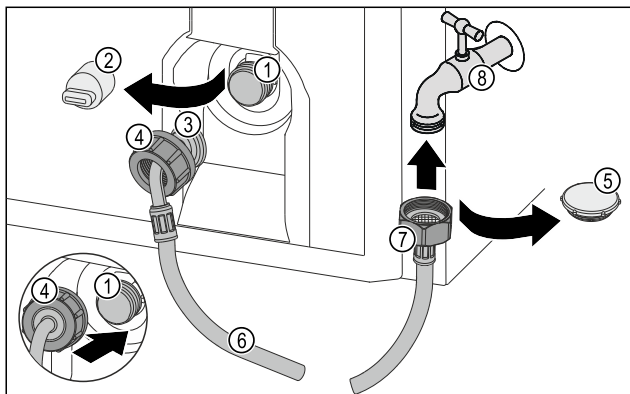

Fig. 19 Ilustrační zobrazení
- Stáhněte kryt Fig. 19 (2).
- Matice Fig. 19 (4) posuňte přes zahnutý konec hadice Fig. 19 (3) až na konec a držte.
- Opatrně nasadte matici Fig. 19 (4) na elektromagnetický ventil Fig. 19 (1) a přidržte ji na místě.
- Rukou našroubujte matici Fig. 19 (4) na závit, až dosáhnete bezpečného a pevného usazení.
- Uzavírací víčko Fig. 19 (5) odstraňte.
- Rovný konec hadice Fig. 19 (7) připojte k vodovodnímu kohoutku Fig. 19 (8).
- Utáhněte matici na rovném konci hadice Fig. 19 (7) ve směru hodinových ručiček.